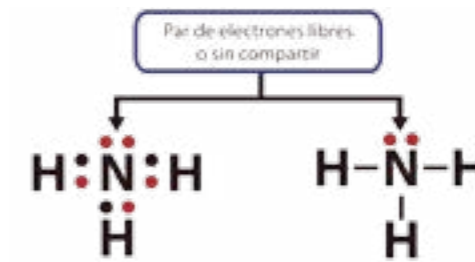

Figura 7.3. Representación de la estructura de Lewis del amoníaco, con sus pares de electrones sin compartir (electrones libres o solitarios).
Por otra parte, los electrones que no participan en los enlaces químicos que se conocen como **electrones libres**, o par de **electrones sin compartir**. Por ejemplo, el átomo de nitrógeno (N) del amoníaco, comparte tres electrones de los cinco que dispone en su último nivel de energía. Deja dos electrones libres o solitarios y forma tres enlaces covalentes con el aporte de los electrones de los átomos de hidrógeno (figura 7.3).